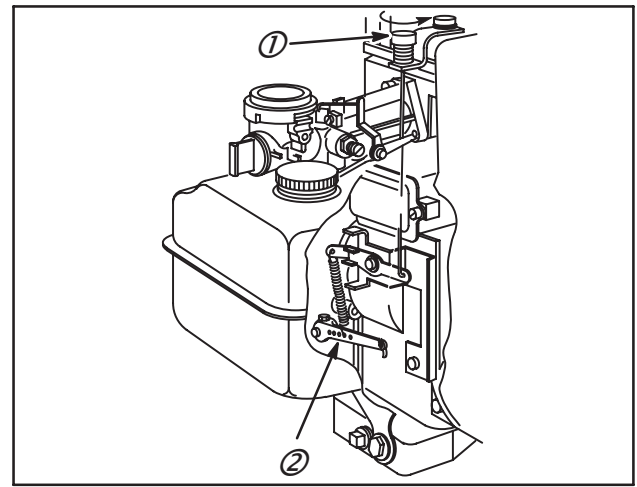

Fig. 23
Tourner l'écrou supérieur (1) dans le sens anti-horaire comme indiqué pour augmenter la vitesse, ressort accroché au trou N° 4 (2), Fig. 23.